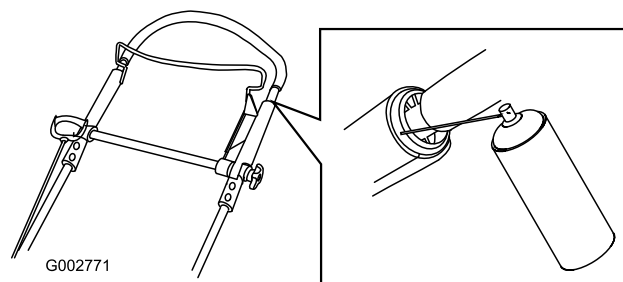

Figure 46
1. Pulvérisez l'extrémité en plastique extérieure de la poignée intérieure (Figure 46).